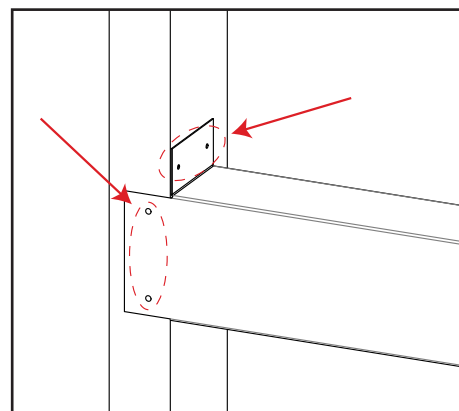

Figure 30: Installation de poteaux muraux en acier
- Fixez les poteaux muraux en acier aux poteaux de charpente en utilisant les trous indiqués dans Figure 30.